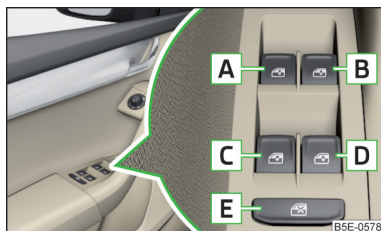

Fig. 41
**Teclas de los elevalunas » fig. 41**
- Después de abrir la puerta del conductor o acompañante es posible el manejo de las ventanillas solamente por la tecla **A** » fig. 41, presionándola o tirándola por 2 segundos.
- **o:** Apagar el encendido, abrir la puerta del conductor y mantener la tecla hasta el tope en la posición de apertura » **fig. 41 de la pág. 61.**
- **o:** Apagar el encendido, abrir la puerta del conductor y mantener la tecla hasta el tope en la posición de cierre » **fig. 41 de la pág. 61.**